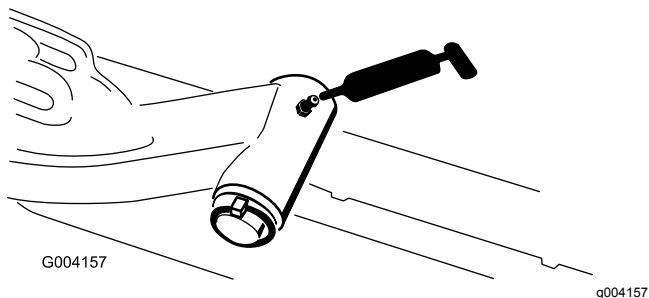

Figura 48
- Alberi di articolazione dei bracci di sollevamento (1 cad.) (Figura 48)